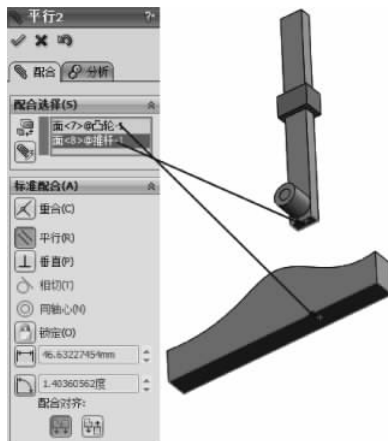

图 3-38 平行配合
(8) 选择【标准配合】选项组下的【平行】配合类型,在【要配合的实体】选择框中选择如图 3-38 所示的面,其他保持默认,单击【确定】按钮,完成平行配合。